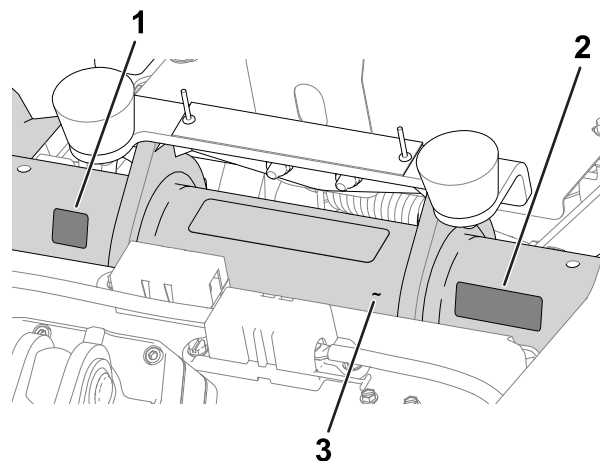

Figura 11
- **Autocolantul cu anul de fabricaie i autocolantul cu marcaj CE:** aplicai autocolantele pe cadrul tubular, sub scaun i plăcua cu numărul de serie; consultai Figura 11.